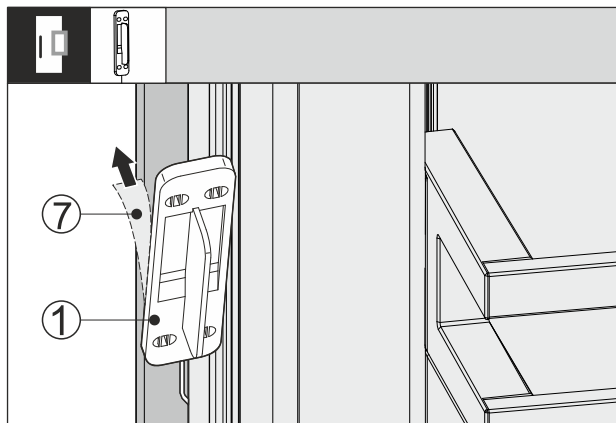

Fig. 65
- Trekk av beskyttelsesfolien Fig. 65 (7) på baksiden av bankesensoren Fig. 65 (1).